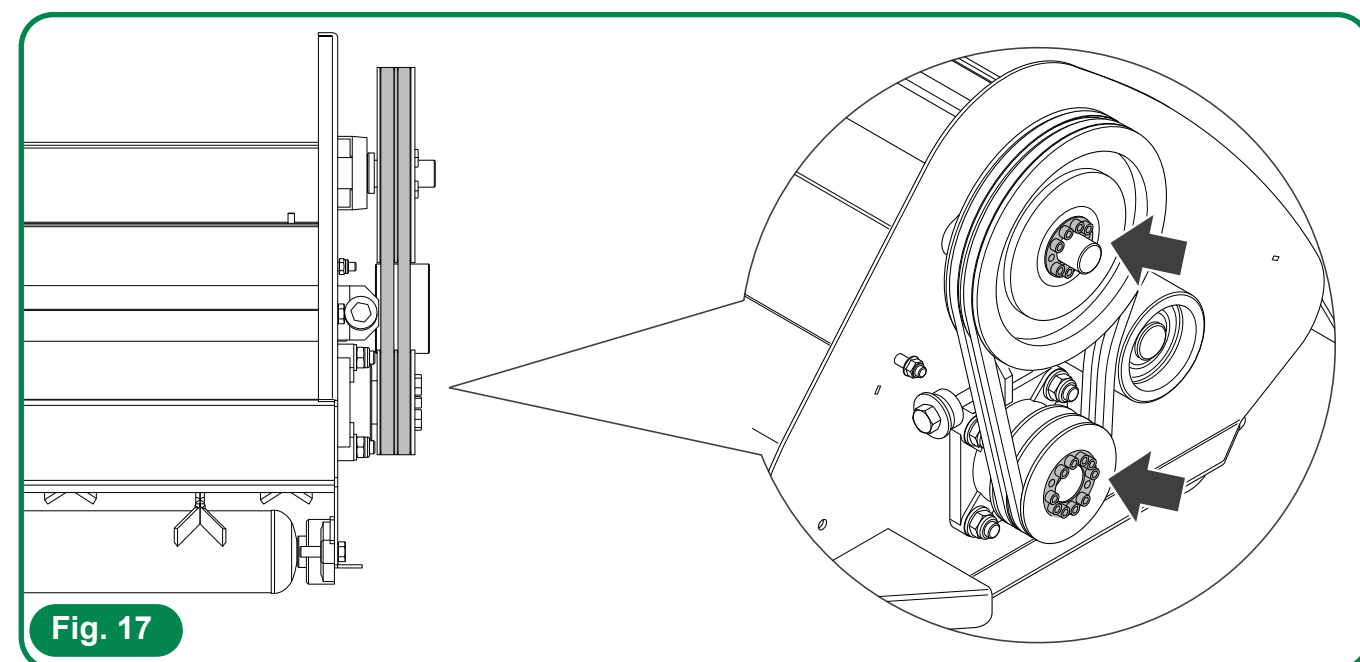

Fig. 17
- Blockera kilförbanden genom att dra åt skruvarna till ett vridmoment på **17 Nm för skruvar M6** eller **41 Nm för skruvar M8** (se fig. 17)